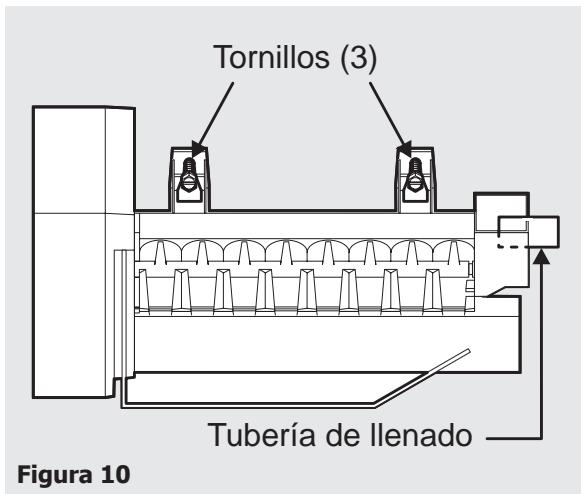

Figura 10
13. Conecte alambrando arreos en el conector montado en el panel de atrás de congelador, sólo a la izquierda de donde el tubo de cala de agua viene por. El conector de arreos es adaptado tan sólo quedará de un solo sentido. Luego, cobertura de conector de Máquina de hielo de resbaladero sobre conector, notando la orientación en la Figura 9. (Encage a presión parte superior, el gancho en el fondo). La cobertura del conector de la máquina de hielo entonces puede ser chasqueada en el lugar en el panel de atrás o deslizado arriba apretado apoyar panel que depende de cuál versión de atrás panel que usted tiene (vea nota abajo). Entonces, monte Máquina de hielo a los dos tornillos (5) comenzó antes de Paso 12. (Vea figura 10.) Apriete tornillos. Asegúrese de tubo de cala de agua (11) se sienta adentro taza.